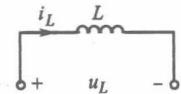

图 10.1-17
定义: 是一个理想电路元件, 见图 10.1-17, 当磁链 ψ 和电流 i_L 的方向符合右手定则时, 将 ψ 与 i_L 之比定义为电感 L , 即 $L = \psi / i_L$ 。单位为 H(亨利)。
②当两端电压 u_L 和电流 i_L 的参考方向符合图 10.1-17 中的关联方向时, 两变量的约束关系为